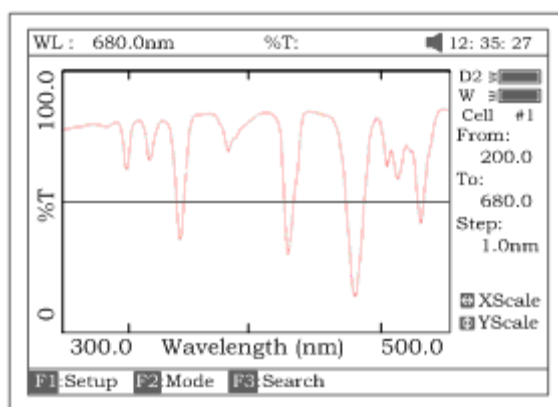

Рис. 48
- Нажмите **[ВВОД]** , чтобы подтвердить сделанные изменения. После подтверждения изменений прибор вычертит спектр заново (рис.48)
- Нажмите клавишу **[СОХРАНИТЬ]**. *Примечание: загрузку или сохранение спектра нужно выполнять в главном рабочем окне режима сканирования (рис.48). Из режима поиска значений вы можете вернуться на требуемое окно с помощью клавиши [ОТМЕНА].*